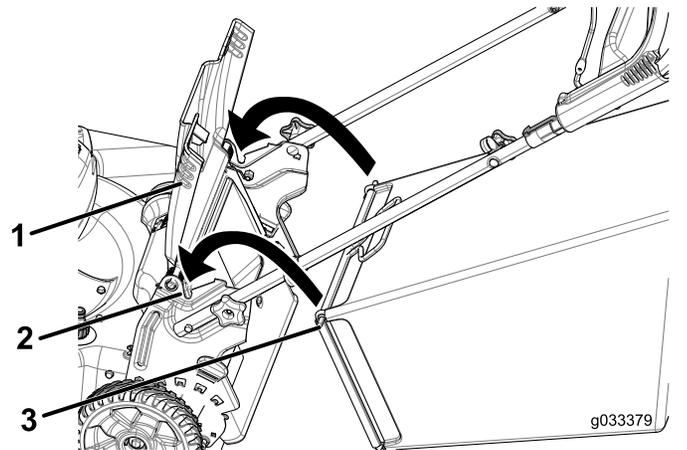

Bild 22
1. Heben Sie das hintere Ablenklech an und halten Sie es hoch (Bild 22).
2. Setzen Sie den Grasfangkorb ein, stellen Sie sicher, dass die Stifte am Fangkorb in den Kerben am Griff sind (Bild 22).